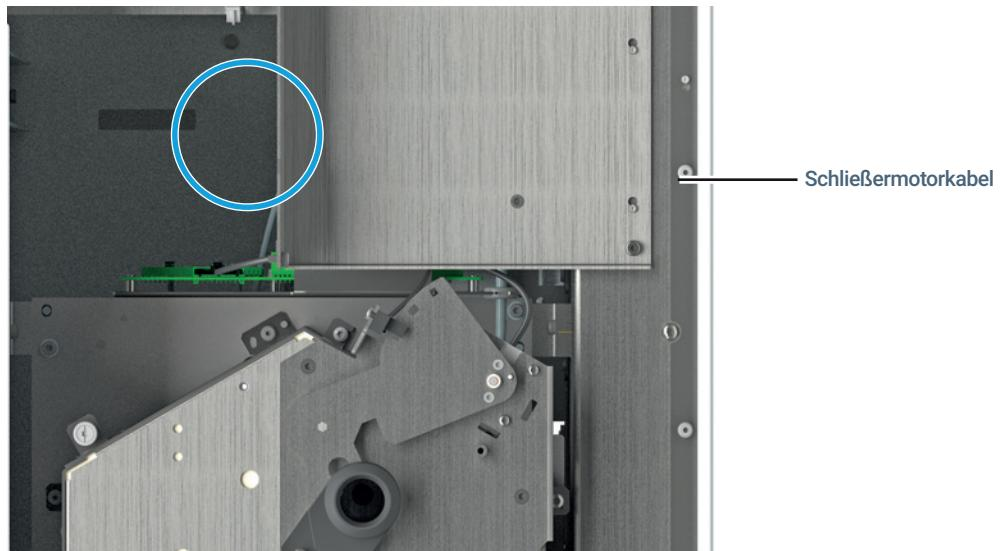

Abb.11. Trennen Sie das Schließermotorkabel von der Anschlussleiste
- 7 Trennen Sie das Schließermotorkabel von der Anschlussleiste. (Abbildung 11)